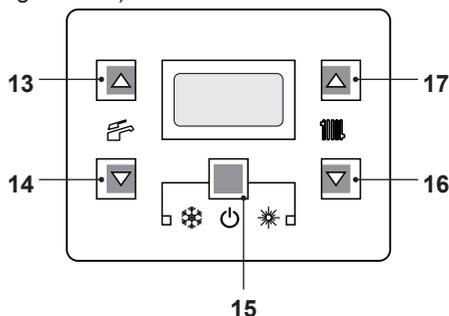
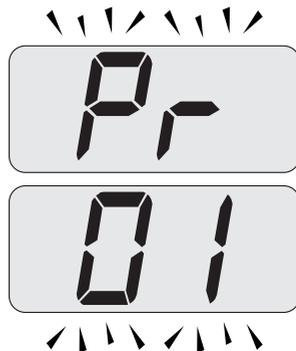

Figura 9.28
Figura 9.29
- Entrare in "modalità programmazione" premendo contemporaneamente per 10 secondi i tasti 15 - 16 - 17 (Figura 9.28) fino a far apparire sul display LCD le lettere **Pr** che si alternano con il codice **01** indicanti l'entrata nel "parametro 01" (Figura 9.29).
e 17 (Figura 9.28) fino a far apparire sul display LCD il valore del parametro 01 (Figura 9.30) (35=M260.2025 SM/M o 37=M260.3035 SM/M).
- Premendo contemporaneamente i tasti 15 e 16 (Figura 9.28) si esce senza modificare il valore (ritorno alla lista parametri Figura 9.29)
- Premendo contemporaneamente per 10 secondi i tasti 15 - 16 - 17 (Figura 9.28) si esce dalla "modalità programmazione".